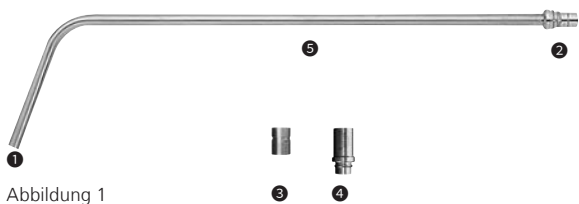

Abbildung 1
Der SynFrame-Klemmenhalter für Halterringe (387.347) und Halter für Optiken (387.365), der zum Anschluss des Lichtleitstabs an den SynFrame-Haltering (387.336) und den SynFrame-Halbring (387.337) verwendet wird, kann am SynFrame-Lichtleitstab über die gesamte Schaftlänge des Lichtleitstabs befestigt werden (siehe Abbildung 1, 5).
- Schmutz auf den optischen Flächen (siehe Abbildung 1, 1 und 2) mit in Alkohol (70 % Ethanol) getränktem Wattebausch oder einem neutralen Reiniger entfernen.
- Schmutz auf den optischen Flächen (siehe Abbildung 1, ❶ und ❷) mit einem in Alkohol (70%iges Ethanol) getränktem Wattebausch oder einem neutralen Reinigungsmittel entfernen.
Vor der Sterilisation muss gewährleistet werden, dass der SynFrame-Lichtleitstab und besonders die optischen Flächen (siehe Abbildung 1, ❶ und ❷) sauber sind und dass die Prüfung des SynFrame-Lichtleitstabs keine Befunde ergibt, welche die Verwendung einschränken können.
– schmutzige Glasfaser	– Glasfaseroberflächen reinigen (Abbildung 1, ❶ und ❷). Den SynFrame-Lichtleitstab bei Bedarf für Servicearbeiten einsenden